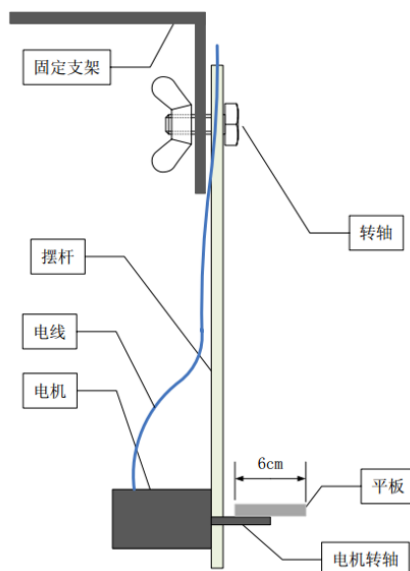

图 1
设计并制作一个自由摆上的平板控制系统，其尺寸要求及参考结构如图 1 所示。
2. 平板不允许有磁性，要求表面平整且粘贴有普通打印纸，尺寸要求为  $10\text{cm} \times 6\text{cm}$ ；平板状态只能受电机控制，机械结构包括但不限于图 1 的形式。